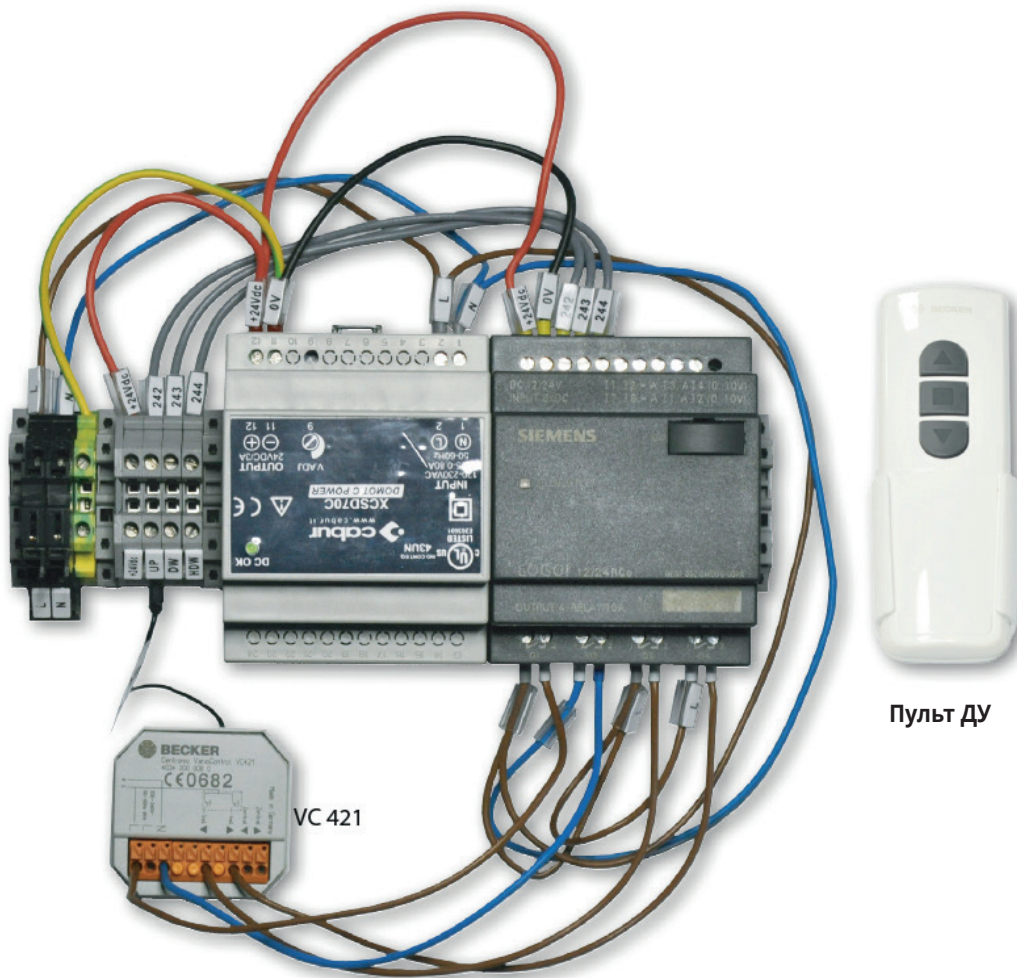

Рис. 2
2. Подключите к модулю питание, как это показано на рис. 2.